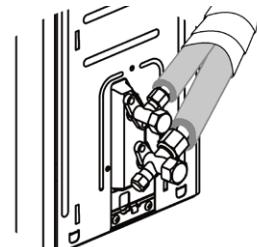

rys. 19 -
- Dopasować końce poszerzonej poprzednio rury (poz.1 - "rys. 19 -") z końcami przyłączymi na jednostkach wewnętrznych lub na kurkach jednostek zewnętrznych (poz. 2 - "rys. 19 -").